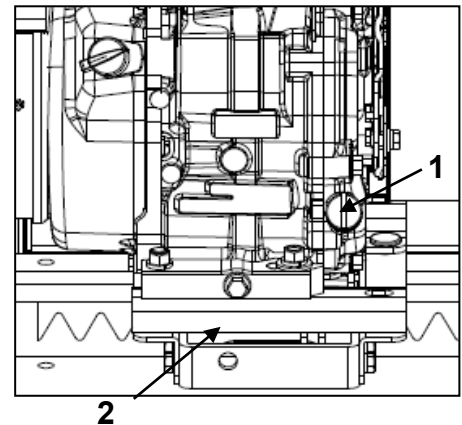

Figure 13
- Reportez-vous aux instructions du moteur. Avec le moteur froid ou arrêté au moins 10 minutes à plat. Vérifiez le niveau avec le bouchon du filtre à huile (1, Figure 13). Dévissez le bouchon, essuyez-le et installez-le sans le visser. Vérifiez le niveau. Il doit être entre les deux marques.
Retirez le bouchon de vidange d'huile (2, Figure 13) en cas de vidange.